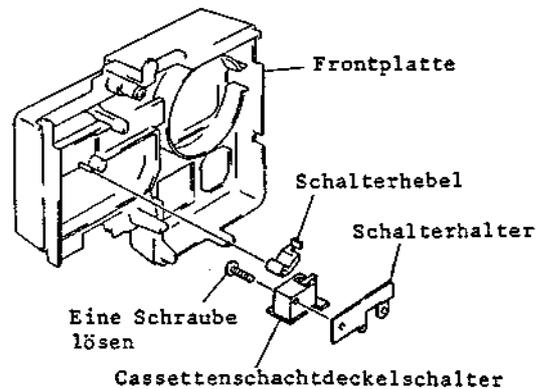

Abb. 2-32 Ausbau des Cassettenschaltdeckelschalters
3. Eine (1) Befestigungsschraube des Cassettenschaltdeckelschalters lösen (siehe Abb. 2-32).